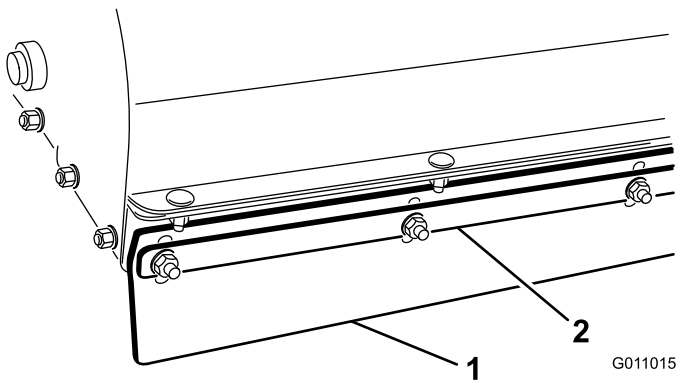

Figura 22
1. Afloje las tuercas que fijan la pletina metálica y el faldón delantero al alojamiento del cepillo (Figura 22).